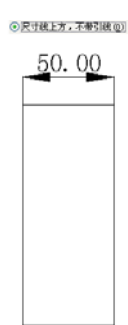

图 9.49 选择【尺寸线上方，不带引线】单选按钮
- 【尺寸线上方，不带引线】单选按钮：选中该单选按钮可以将文本放在尺寸的上方，但不带引线，如图 9.49 所示。